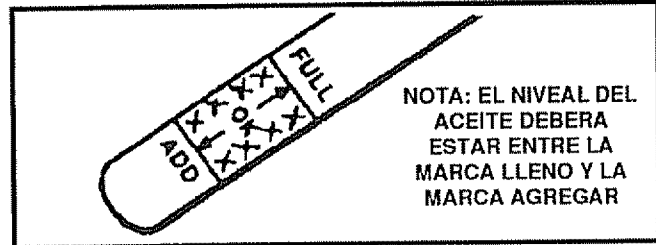

FIG. 19
Revise el nivel de aceite de la caja del cigüeñal (Véase Fig 19) antes de arrancar el motor y después de cada cinco (5) horas de uso continuo. Agregue aceite de motor S A E. 5W-30 de acuerdo con lo que se requiera. Apriete la tapadera/varilla de medición del aceite en forma segura cada vez que revise el nivel del aceite.